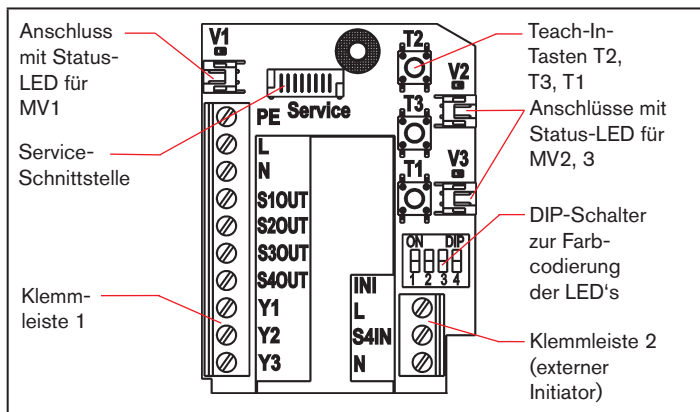

Bild 8: Elektronikmodul (120 V AC)
- Adern entsprechend der im „Bild 8“ beschriebenen Anschlussbelegungen an den Klemmleisten fixieren.